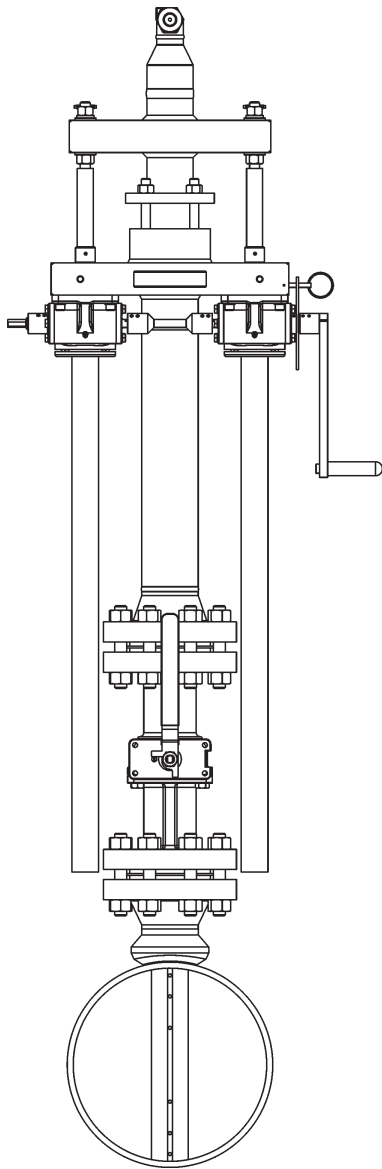

Рис. 1. Flo-Tap с редукторным приводом.
- Конструкция Flo-Tap с редукторным приводом (рис.1) позволяет производить установку и демонтаж без остановки технологического процесса